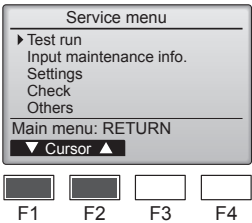

Fig. 7-1
- ① Seleccione “Test run” (Modo prueba) desde el Menú principal, y pulse el botón [SELECT/HOLD]. (Fig. 7-1)